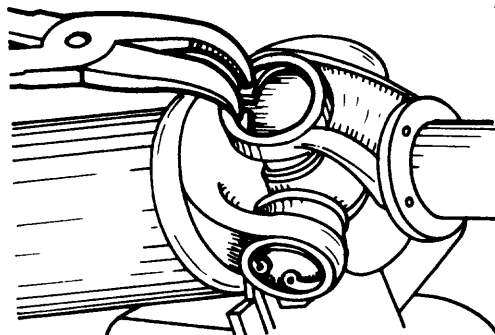

Fig. 1
- b Retire los seguros (fig. 1), utilizando un alicate.